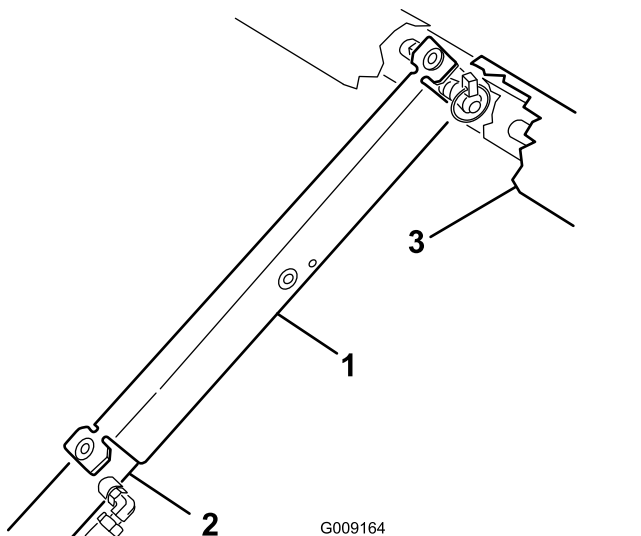

Рисунок 43
8. Поместите опору кузова на шток гидроцилиндра, проследив, чтобы концевые лепестки опоры опирались на торец корпуса гидроцилиндра и на торец штока гидроцилиндра (Рисунок 43).